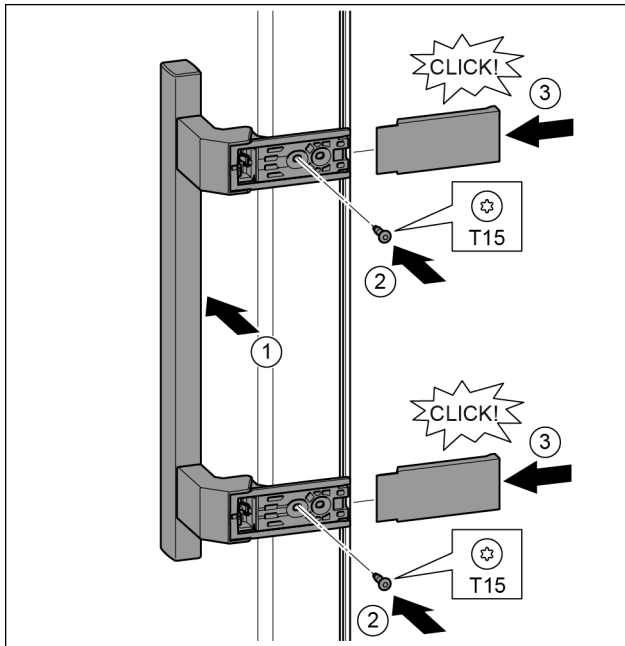

Fig. 39
- ▶ Greep op de tegenoverliggende zijde aanbrengen. Fig. 39 (1)
- ▶ Schroeven met schroevendraaier T15 vastschroeven. Fig. 39 (2)
- ▶ Afdekkingen zijdelings aanbrengen en erop schuiven. Fig. 39 (3)